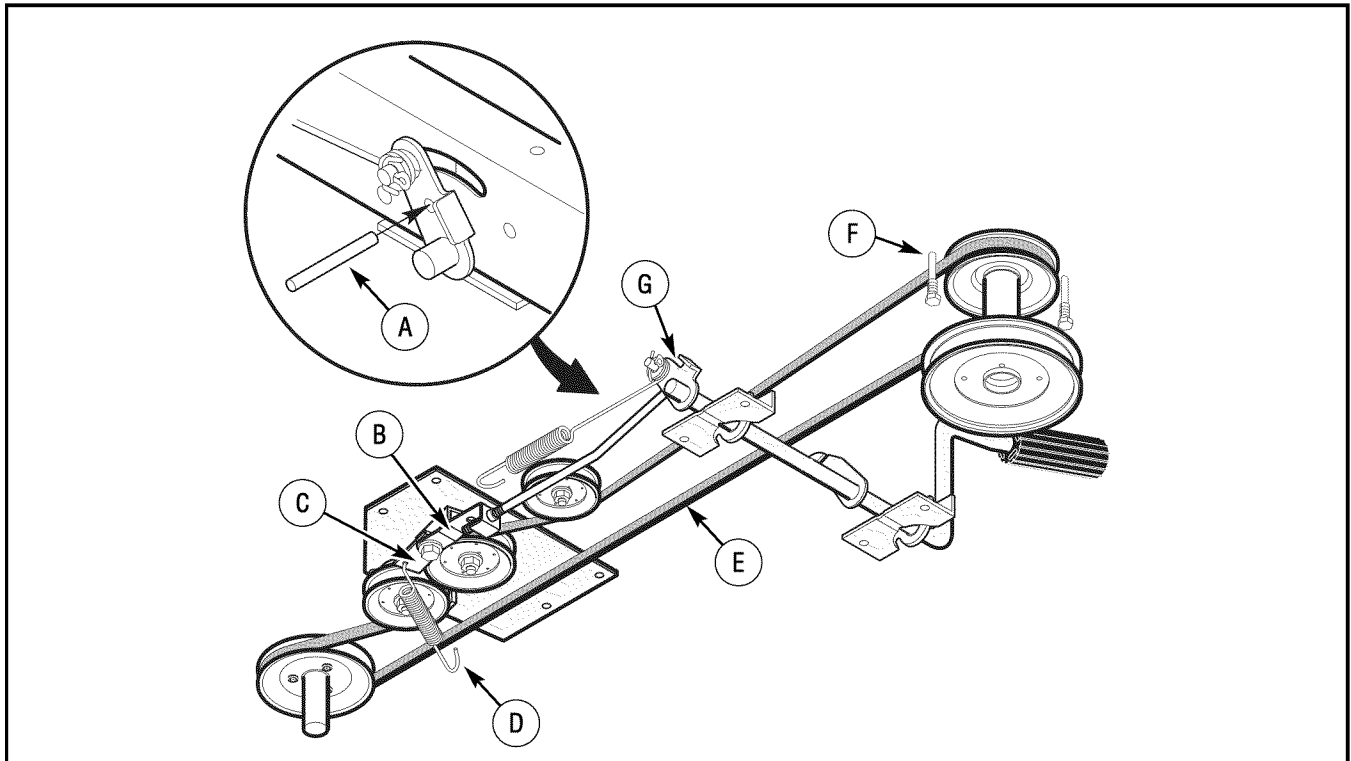

Figura 25: Ajustando la banda de transmisión de movimiento
3. Alinear el agujero en la **palanca de freno** con el agujero en el armazón. Sostenga la **palanca del freno** en su sitio con un **tornillo o perno de 1/4 de pulgada (6 mm)** (Figura 25).
6. Quite la **perno o tornillo de 1/4 pulg. (6 mm)** (Figura 25).